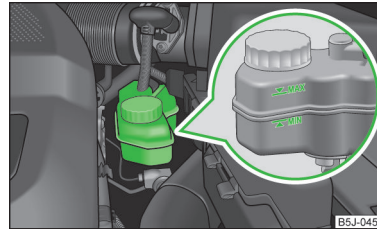

Abb. 132
- Ist der Flüssigkeitsstand unter die MIN-Markierung abgesunken » **Abb. 132** auf Seite 174,  nicht weiterfahren - es besteht Unfallgefahr! Die Hilfe eines Fachbetriebs in Anspruch nehmen.
- Den Bremsflüssigkeitsstand am Behälter prüfen » **Abb. 132**.